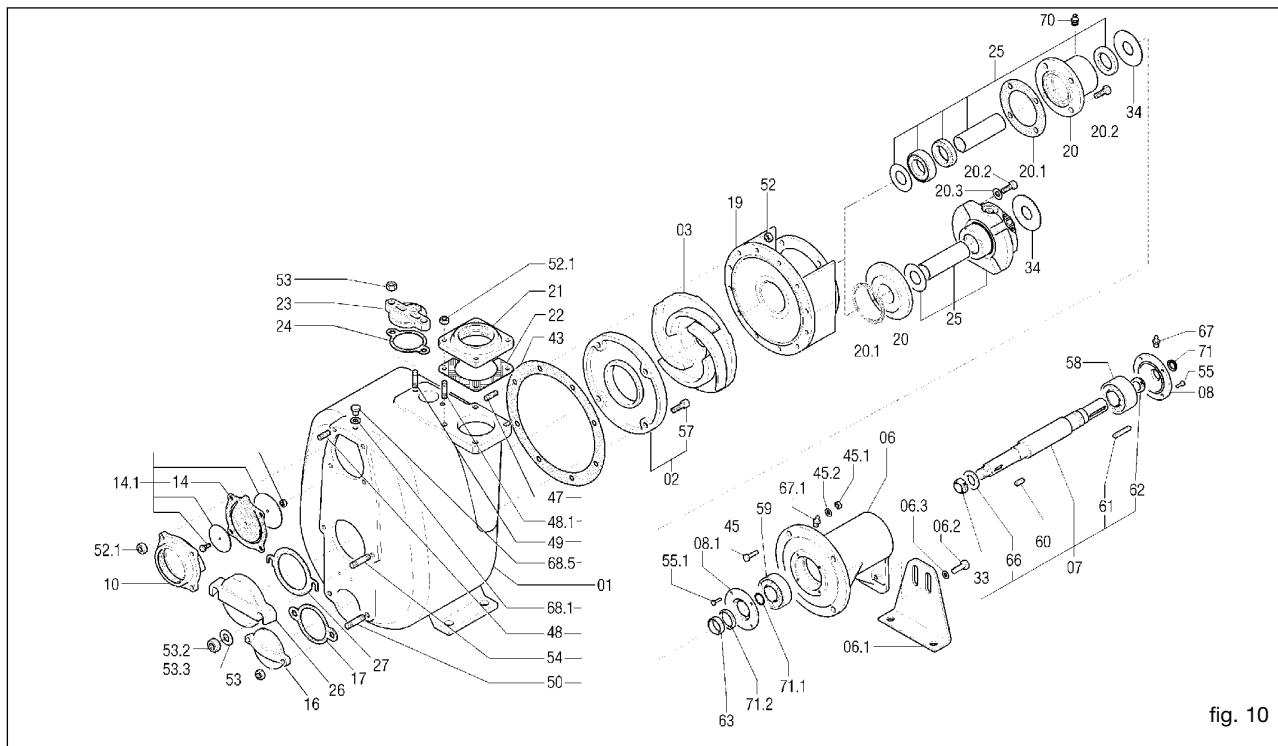
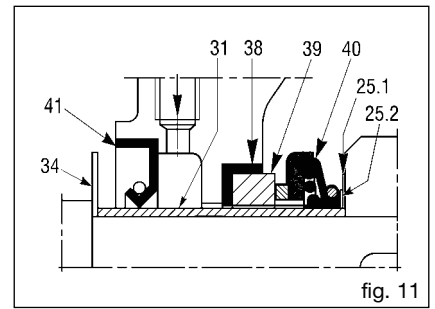
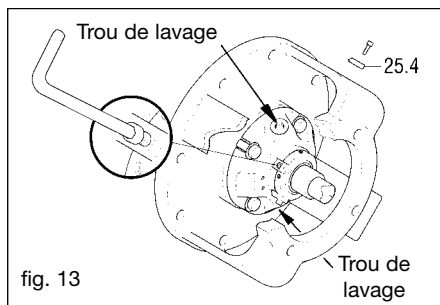

fig. 10
fig. 11
fig. 13
Le tuyau d'aspiration doit avoir un diamètre égal à celui de l'orifice d'aspiration de la pompe (consulter Varisco pour des diamètres supérieurs). Eviter, si possible, les coudes ou les étranglements pouvant limiter l'arrivée de liquide à la pompe. Ne pas monter la soupape de pied car la pompe est équipée d'un clapet anti-retour incorporé (14) (fig. 10).
À titre d'exemple, un dessin éclaté est représenté (fig. 10).
13.2 Remplacement de la turbine (fig. 10)
- Dévisser les écrous (52) et enlever le corps de la pompe en veillant à ne pas abîmer le joint (43).
- Bloquer la turbine (03) et dévisser l'écrou à blocage automatique (33).
- Remplacer éventuellement le joint (43)
13.3 Remplacement de la plaque d'usure (fig. 10)
- Dévisser les vis à tête hexagonale encastrée (57).
- Enlever et remplacer la plaque d'usure (02).
- Remplacer éventuellement le joint (43).
13.4 Remplacement de la soupape (fig. 10)
- Retirer le porte-soupape (10).
- Nettoyer le logement de la soupape du porte-soupape (10) et le remonter.
13.5 Remplacement de la garniture de type 1 - 2 - 3 (fig. 10,11 et 12)
- Bloquer la turbine (03) et enlever l'écrou à blocage automatique (33).
- Retirer le porte-moteur (19). La partie tournante de la garniture (40) montée sur l'entretoise (31) s'enlève automatiquement en même temps que celui-ci.
- Enlever la contre-face (39) ainsi que le joint correspondant (38) du porte-moteur.
- Démontez le pare-huile (41).
13.6 Remplacement de la garniture de type 4 - 5 (référence fig. 10, 13, 14, 15 et 16)
- Dévisser les écrous (52) (fig. 10) et enlever le corps de la pompe en veillant à ne pas abîmer le joint (43).
- Fixer les goujons (25.4) qui bloquent la garniture dans les logements correspondants (fig. 13).
- Enlever les goujons (25.4) (fig. 13) qui bloquent la garniture et les fixer sur les trous prévus à cet effet de la bride afin de les utiliser durant la phase de démontage.
- Il faut par cela que les cotes A et B des fig. 17, 18, 20 et 21 soient le plus possible égales. Il est donc nécessaire d'utiliser les anneaux de compensation (25.2) (fig. 11) fournis avec la garniture de rechange. Ces anneaux servent à déplacer la turbine vers l'avant au cas où elle soit trop loin de la plaque d'usure frontale ou trop près de celle arrière (quand elle est prévue). Les anneaux de compensation doivent être montés entre l'anneau qui soutient la garniture (25.1) (fig. 11) et la turbine. D'autres ajustements peuvent être faits avec les joints du corps et la plaque d'usure arrière. Le joint (43) (fig. 10) qui a une épaisseur de 0,5 mm permet d'obtenir la distance voulue (fig. 19).
13.8 Entretien des roulements (fig. 10)